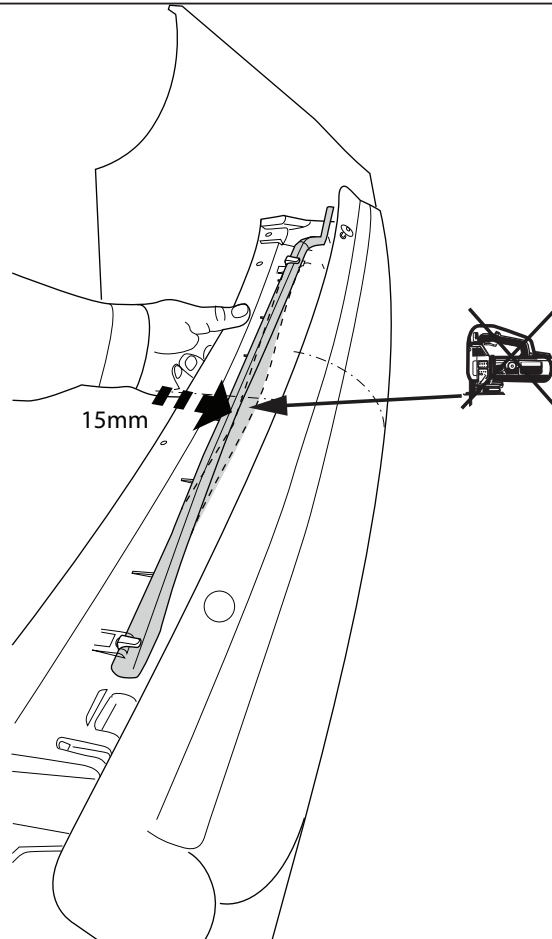

Fig. 3
8. Переместите датчик если имеется. См. рисунок 3.